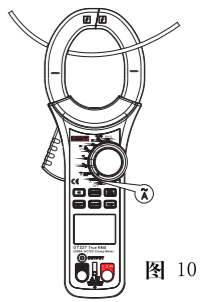

图 10
#### (8) 交流电流 (A~) (见图10)
### 8.交流电流测量 (A~) (见图10)